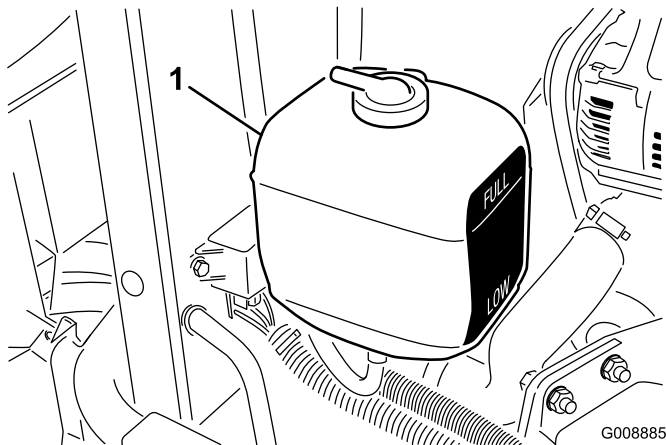

Bild 24
1. Prüfen Sie den Kühlmittelstand im Ausdehnungstank (Bild 24). Bei einem kalten Motor muss der Füllstand ungefähr auf halber Höhe zwischen den beiden Markierungen stehen.